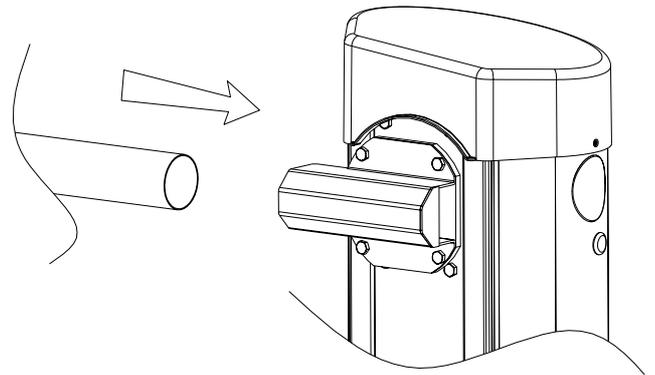

Fig. 6
- Meter la asta en la abrazadera del lado apuesto a la tapa de cierre, traerla en la cuaderna en el borne posterior y atornillar definitivamente 4 tornillos M8 (Fig.6).